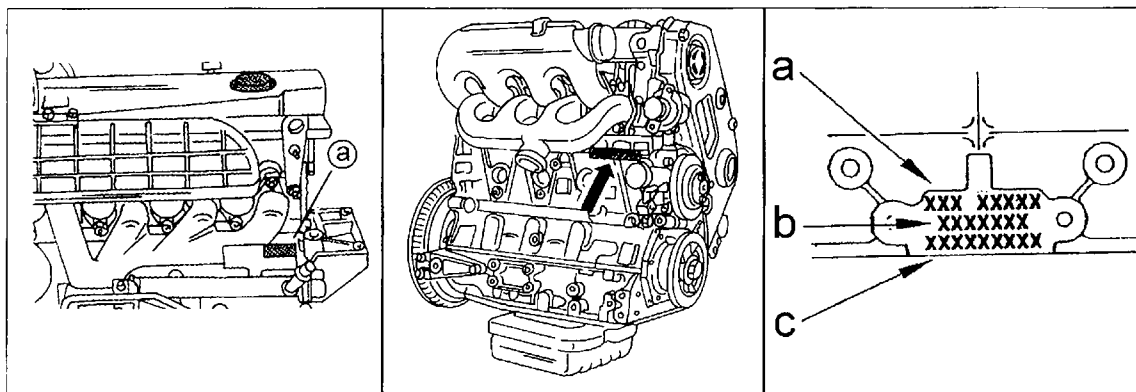

Bild 4
Die nächstwichtigste Nummer Ihres Fahrzeuges ist die Motornummer und beginnt mit den Kennbuchstaben des eingebauten Motors. Ohne auf die einzelnen Motoren einzugehen, kann gesagt werden, dass die Motornummer jeweils auf einem angelenieteten Schild an der Oberseite des Zylinderblocks gefunden werden kann. Bild 4 zeigt die verschiedenen Motoren mit der Lage des Typenschildes. Um sich zu versichern, dass Sie sich mit dem richtigen Motor befassen, werden Ihnen die folgenden Anweisungen helfen:
- In der linken Ansicht von Bild 4 ist die Lage der Motornummer bei einem 2.8-Liter-Motor gezeigt. An Stelle „a“ ist die Motorbezeichnung (8140) und die
- In der mittleren Ansicht von Bild 4 ist die Lage der Motornummer bei einem 2.5-Liter-Motor gezeigt. In der Reihenfolge von links nach rechts sind der Motortyp (8140 sowie Kennzeichnung), gefolgt von der Motorseriennummer angegeben.